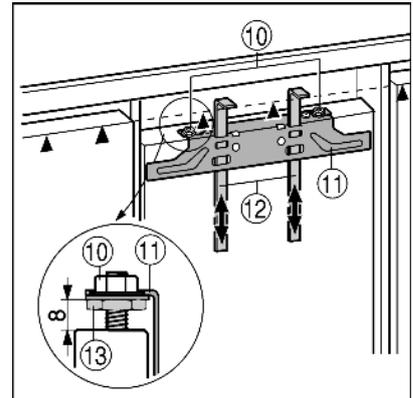

Fig. 13
- ▶ Montagehilfen *Fig. 13 (12)* auf Möbeltürhöhe hochschieben. Untere Anschlagkante ▲ der Montagehilfe = Oberkante der zu montierenden Möbeltür.
- ▶ Befestigungstraverse *Fig. 13 (11)* über die Kontermuttern *Fig. 13 (10)* abschrauben.